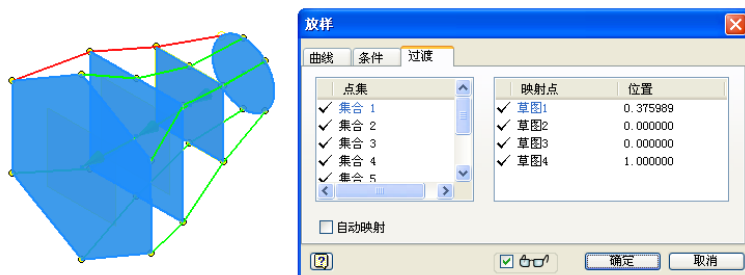

图 3-72 放样实体范例和“放样”对话框
(1) “过渡”特征定义一个截面的各段如何映射到其前后截面的各段中，可看到默认的选项是自动映射。如果关闭自动映射，将列出自动计算的点集并根据需要添加或删除点。关闭自动映射以后，放样实体和【放样】对话框如图 3-72 所示。